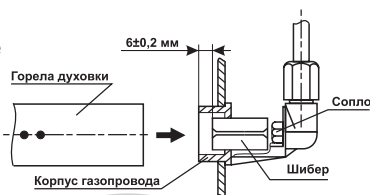

Рис.18
Установка шибера для работы на другом виде газа (рис.18, 18а)
- удалите шибер из корпуса газопровода (рис. 18а);
Рис.18а